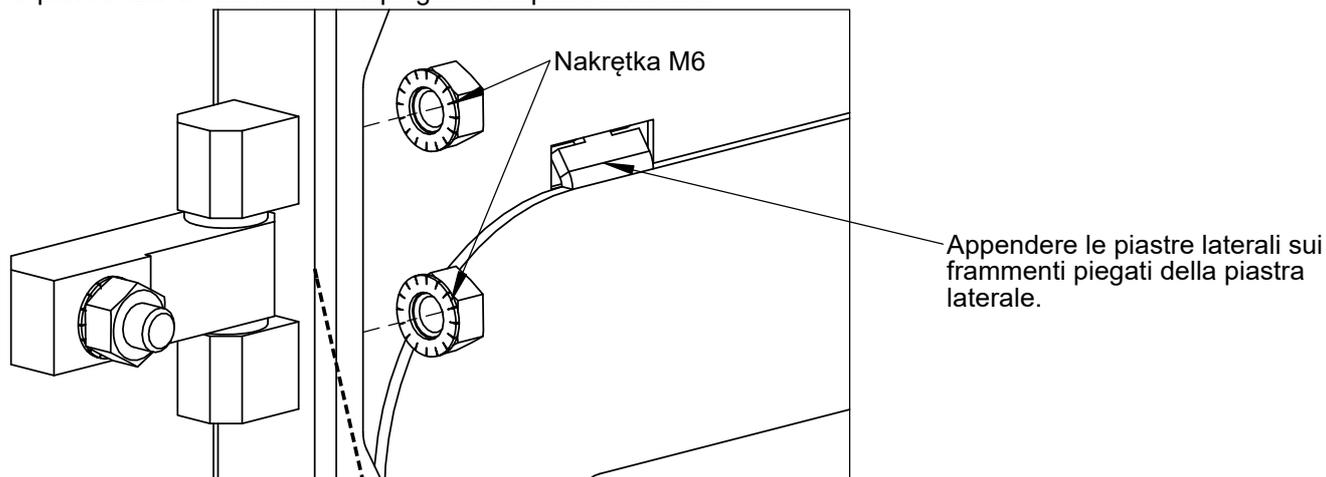

Fig. 9.3-5 Installazione delle cerniere sulle piastre laterali AC520-452 (dadi M6).
e) Installare le quattro cerniere sulle piastre laterali AC520-452 (dadi M6) (Fig. 9.3-5).